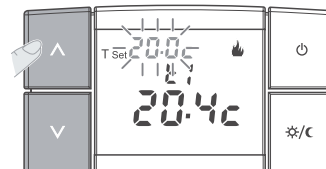

Abb. 16
**Wichtig:** die Temperatur-Sollwerte t1 (Komfort) bzw. t2 (Economy) im Winter- bzw. Sommer-Betriebsmodus, können begrenzt werden (siehe Abschnitt 5.2/e). Für den Fall einer Veränderung blinkt der Temperatur-Sollwert **T Set** auf, um auf eine eventuell vorhandene Sperrung hinzuweisen (Beispiel in Abbildung 16)